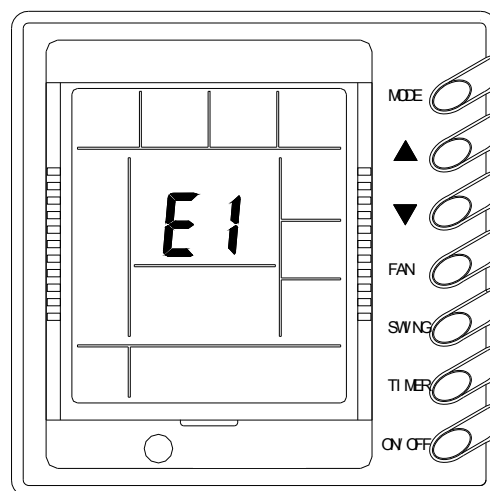

Рис. 9
## 8 ) Сигналы о неполадках ( Рис. 9 )
- ❖ Если возникла неисправность кондиционера, ее код появляется в зоне дисплея, где обычно отображается температура воздуха. На рис. 9 показан код неисправности E1 – значит, сработала защита компрессора по высокому давлению